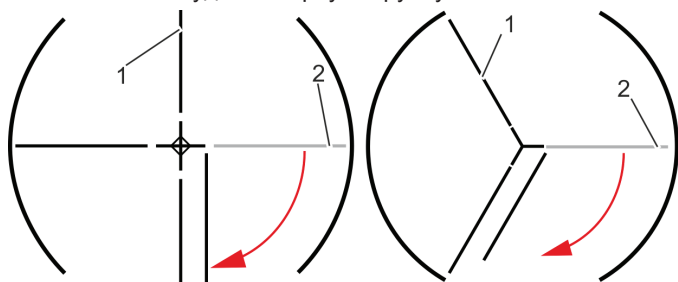

Рис. 44 Освобождение створки (четыре и три створки)
2. Аккуратно установить створку (рис. 44/3) вручную, как показано на рис. 44.
3. Разблокировать фиксатор на створке (рис. 44/3), повернув ручку на крестовине (рис. 44/2) в сторону.
Один человек должен держать створку у входа (рис. 44/1).
5. Переместить створку (рис. 44/2) в направлении, указанном стрелкой на рис. 44.